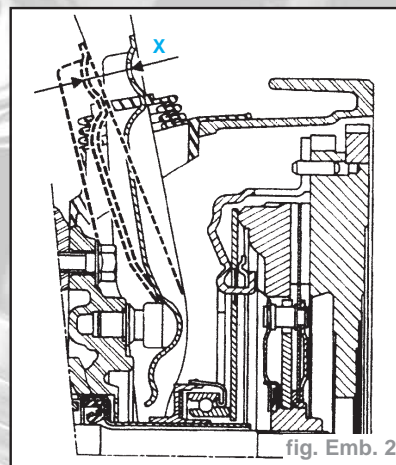

fig. Emb. 2
**X = 26 à 28 mm** (fig. Emb. 2)